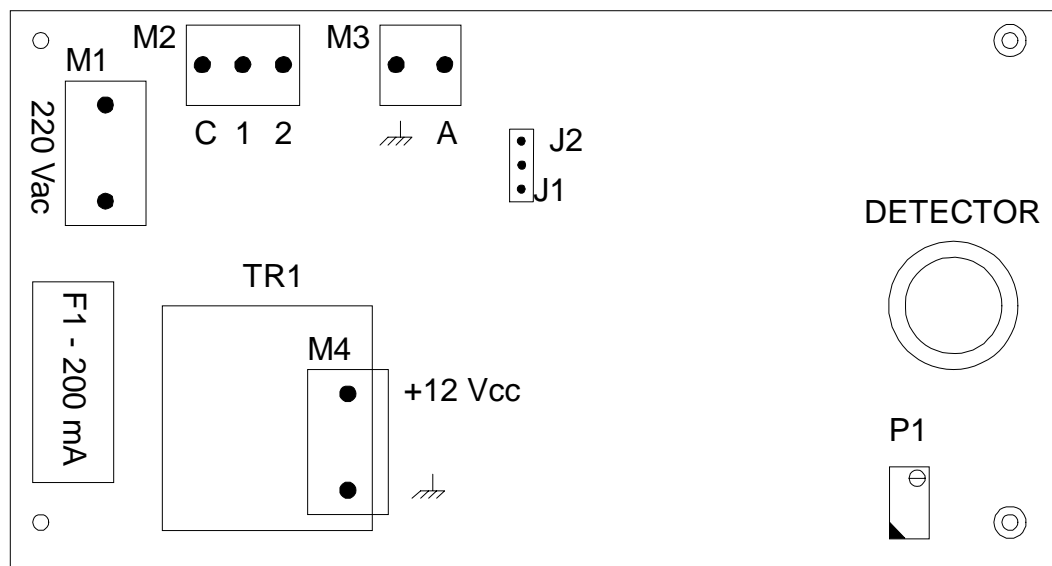

Figura 1. Diagrama de ligações do detector
- 3- Activação do relé de saída. A placa principal (PCB) dispõe de um relé que pode programar-se de dois modos diferentes através de um "Shunt" (**ver figura 1**):